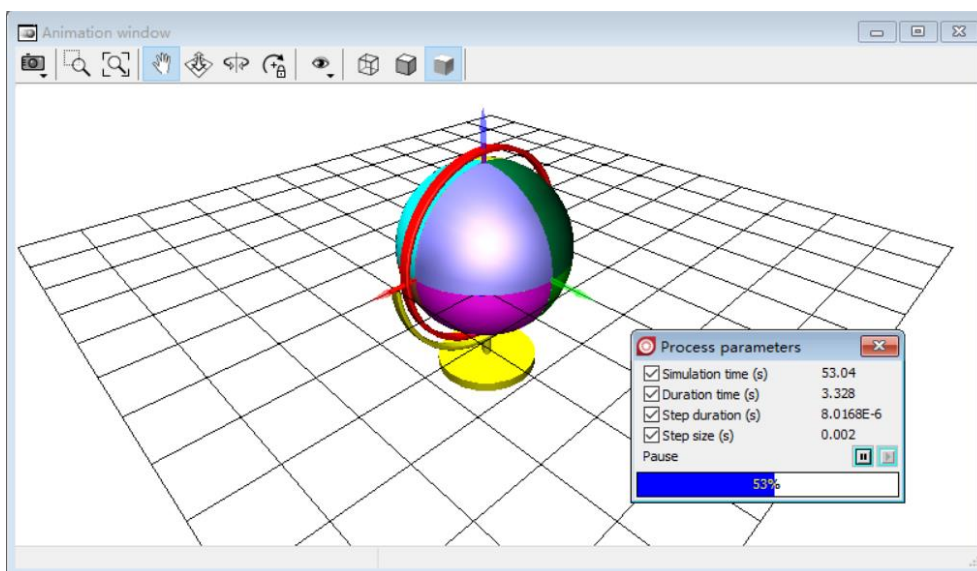

图 2-43
- 1) 点击按钮 **Integration**，执行仿真，在动画窗口可以看到球体随支架一起绕底座 **X** 轴旋转运动，如图 2-43。